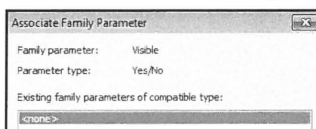

Fig. 06.56. Opret en ny *Visible Parameter*.
- Opret en ny *Parameter* med *Add Parameter* (Fig. 06.56).